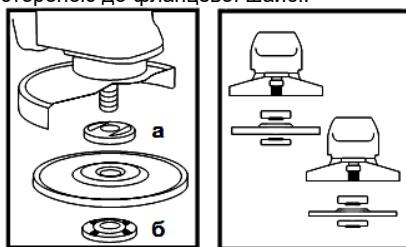

Рисунок 2
5.4 Встановіть на виріб шліфувальний або відрізний круг. Для цього натисніть на кнопку фіксації шпинделя (1) і поверніть шпиндель до такого положення, при якому він зафіксується. За допомогою вилочного ключа з комплекту виробу відверніть і зніміть затисну гайку (б) (дивіться рисунок 2). Встановіть шліфувальний диск на посадкове місце фланцевої шайби (а) (рисунок 2), наживіть рукою затисну гайку на шпиндель і затягніть її ключем з комплекту виробу.